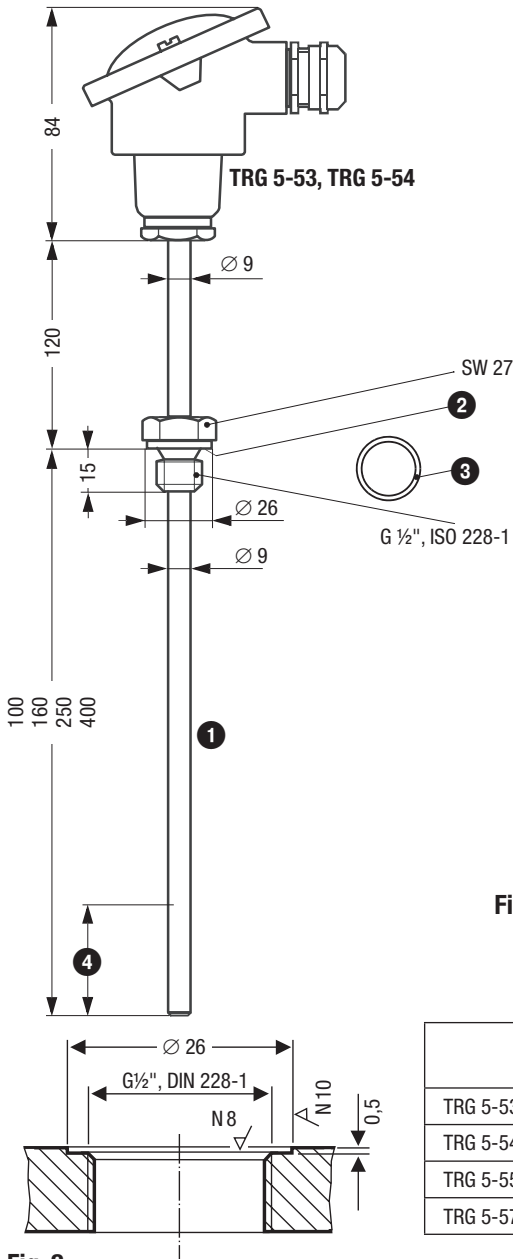

Fig. 2
1. Dichtfläche **Fig.2** überprüfen.
2. Auf die Dichtfläche **Fig.2** den mitgelieferten Dichtring **③** legen.